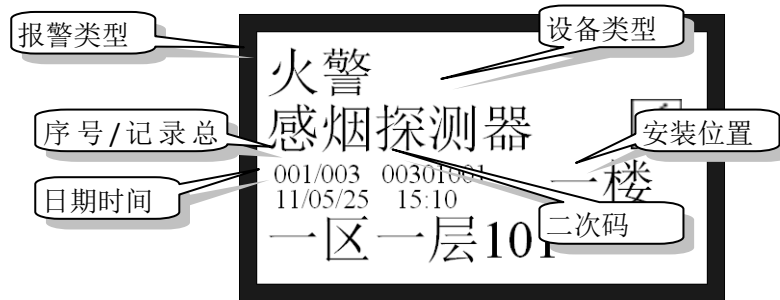

图 4-9
选项①-③为历史记录选项，分别是：火警历史记录、故障历史记录和其它历史记录。各容量均达 999 条。选中条目后将出现各自的显示界面，其界面相同，均含有“记录总数、编号、二次码、类型、时间”五项内容，只不过类型的具体含义各有不同（见图 4-9 所示）。